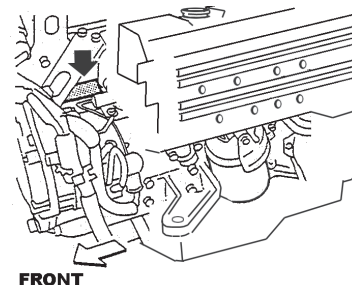

Fig. 1.2 - Abb. 1.2
- Punzonado situado en el motor, indica el número del motor (véase Fig. 1.2)
- Markings stamped on the engine showing serial number (see Fig. 1.2)
- Poinçonnage situé sur le moteur indiquant les éléments d'homologation (voir Fig. 1.2)
-Punzonatura posta sul motore, indicante gli estremi dell'omologazione (vedi Fig. 1.2)
- Stempelung auf dem Motor, mit allen Zulassungsdaten (siehe Abb. 1.2)